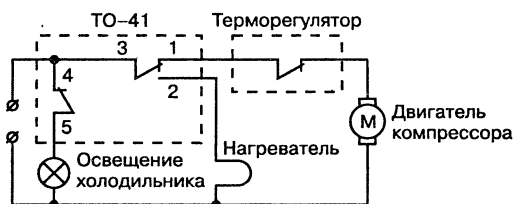
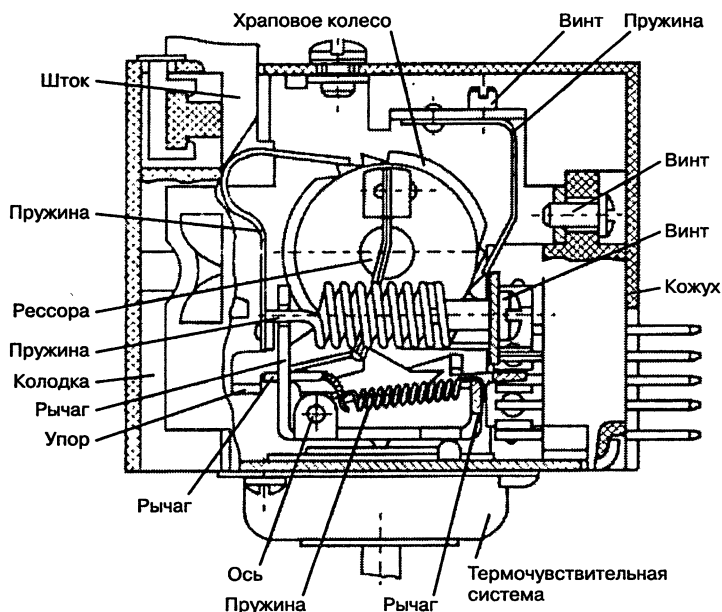

Рис. 9.8. Схема включения прибора ТО-41
Рис. 9.9. Прибор автоматического управления оттаиванием ТО-41
- ♦ срабатывание прибора на включение режима «Оттаивание» — контакты 1-3 (рис. 9.8) размыкаются, а 2-3 замыкаются — автоматическое при температуре термочувствительной части термосистемы не выше минус 3 °С;
Прибор работает следующим образом. Шток (рис. 9.9) при нажатии воздействует на пружину, которая поворачивает храповое колесо по часовой стрелке. Рессора, состоящая из трех плоских пружин, подходит к упору. По мере поворота храпового колеса в ней накапливается энергия, а затем, резко перебрасывая рычаг, рессора проходит за выступ.
В это же время посредством пружины рычаг резко размыкает контакты 3-1 (см. рис. 9.8) и замыкает контакты 3-2. Начинается оттаивание испарителя. Контакты 3-2 замыкают цепь активного подогрева испарителя.
По мере удаления снеговой «шубы» с поверхности испарителя его температура повышается до 4—8 °С. Давление внутри термочувствительной системы (см. рис. 9.9) возрастает, рычаг поворачивается против часовой стрелки до тех пор, пока конец рычага, на котором закреплен конец пружины, не перейдет силовую нейтраль.
Рычаг резко повернется по часовой стрелке до упора, а рычаг повернется против часовой стрелки, разомкнет контакты 3-2 (см. рис. 9.8) и замкнет контакты 3-1. При этом электрическая цепь подогрева испарителя разомкнется и замкнется электрическая цепь двигателя компрессора. Температуру размыкания контактов 3-2 (конец цикла оттаивания) регулируют натяжением противодействующей пружины (см. рис. 9.9) посредством винта.
При нажатии на шток посредством рычага контакты 4-5 (см. рис. 9.8) электрической цепи лампы внутреннего освещения холодильной камеры размыкаются. Для возвращения штока в исходное положение имеется пружина.